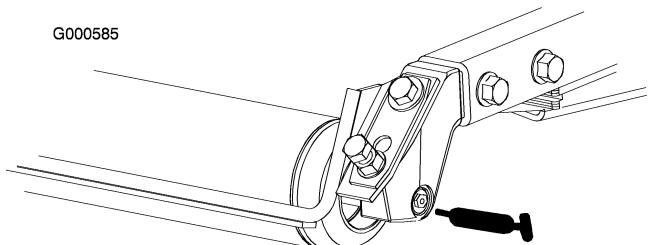

Figura 26
- Cuscinetti a rulli posteriori (2 per apparato di taglio) (Figura 26)
Nota: I raccordi di ingassaggio sono montati a paro sui rulli (Figura 26) e necessitano di un adattatore per l'ugello dell'ingassatore a pressione. Per ottenerlo, ordinate il N° cat. 107-1998 presso il Distributore Toro autorizzato di zona.